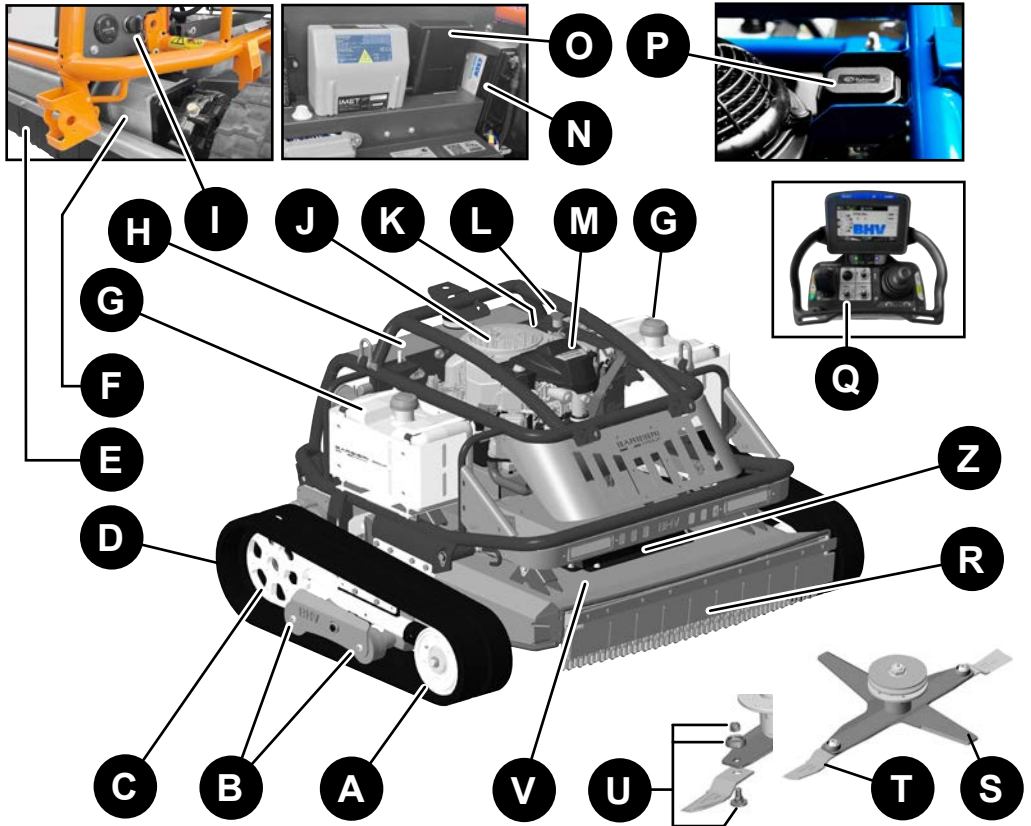
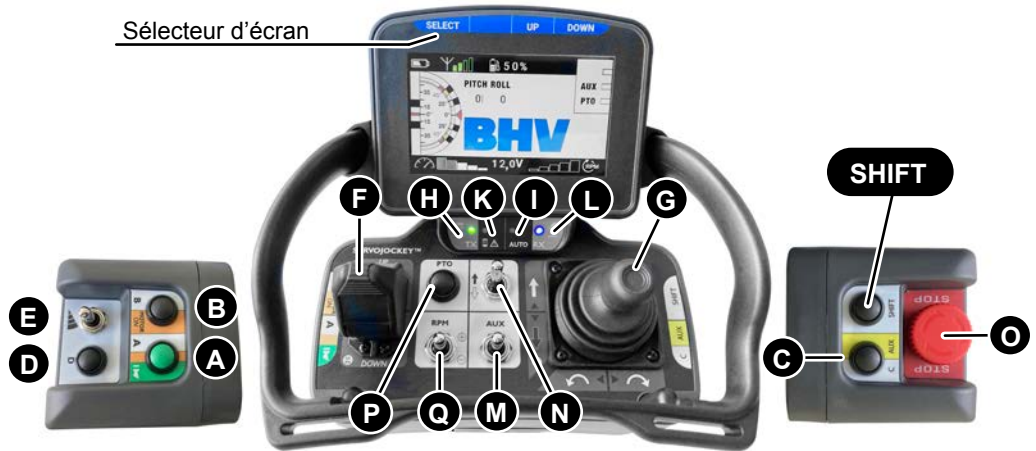
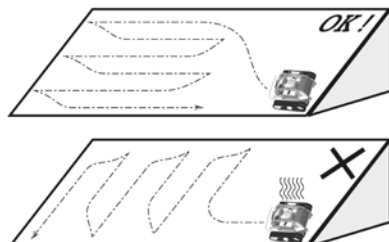

Fig. 7
Fig. 10
Fig. 13
4.1 NOM DES PRINCIPAUX COMPOSANTS (Fig.7)
Le moteur est équipé d'un filtre à air. En présence de broussailles ou de zones particulièrement denses, le filtre à air doit être nettoyé très souvent (toutes les 2 heures). Si des brins d'herbe sèche restent coincés sur les ouvertures du démarreur à rappel du moteur (Fig. 7-J) il est fort probable qu'ils se retrouvent également dans le filtre à air qu'il faut donc nettoyer (voir section 7.1.2). Un filtre à air obstrué peut entraîner une baisse des performances du moteur. Le filtre doit être nettoyé quotidiennement dans des conditions normales.
Pour connecter la télécommande, appuyez sur le bouton A (Fig. 10) sur le côté gauche et attendez que le voyant lumineux vert (H) et le voyant lumineux bleu (L) commencent à clignoter.
Lorsque les deux voyants clignotent, appuyez sur le bouton vert A (Fig. 10), puis relâchez-le. Les deux voyants cessent de clignoter et le signal sonore s'arrête : la télécommande est connectée. En cas d'échec, répétez l'opération.
5.2 DÉMARRAGE DU MOTEUR (Fig. 10 - 11)
Déplacez le sélecteur Q vers l'avant (Fig. 10) jusqu'au maximum. Maintenez le bouton A enfoncé, puis appuyez sur le bouton B jusqu'à ce que le moteur démarre.
5.3 ARRÊT DU MOTEUR (Fig. 10)
Pour arrêter le moteur, utilisez le bouton en forme de champignon rouge (Fig. 10 (O)) et le moteur s'arrêtera. Après chaque arrêt, n'oubliez pas de réinitialiser le bouton en forme de champignon pour les allumages suivants. Le moteur peut également être arrêté par le bouton en forme de champignon situé sur la machine à côté du moteur (Fig. 7 (L)), en tournant la clé de contact sur OFF (Fig. 7 (I)) ou en perdant la connexion avec la télécommande.
5.4 COMMENT CONDUIRE (Fig. 13)
Vérifiez que le levier (N) est orienté vers le haut. Ce levier inverse le mouvement. Déplacez la manette (G Fig. 10) vers l'AVANT progressivement et continuellement. La machine va avancer. Vous pouvez inverser la fonction du levier lorsque la machine vient vers vous (Fig. 13). Dans ce cas, la machine se déplace en fonction de la direction du levier. La direction et la vitesse de la machine peuvent être contrôlées facilement d'un seul doigt.
La machine est équipée d'un système de sécurité qui réduit la vitesse maximale. La vitesse est réduite lorsque la pente est supérieure à 30°. L'opérateur est alerté par la vibration de la télécommande et par le changement d'état du feu jaune de la balise qui passe de clignotant à fixe. Une nouvelle réduction de la vitesse se produira sur des pentes supérieures à 45° qui sera signalée par le clignotement d'un feu rouge fixe. La vitesse de croisière peut être réinitialisée à l'aide du levier E de la Fig. 10.
- 2 - Entrée 12V contrôlée par la télécommande (Aux) Fig.10 (C)
- 3 - Entrée changement de polarité pour actionneur électrique Fig.10 (M)